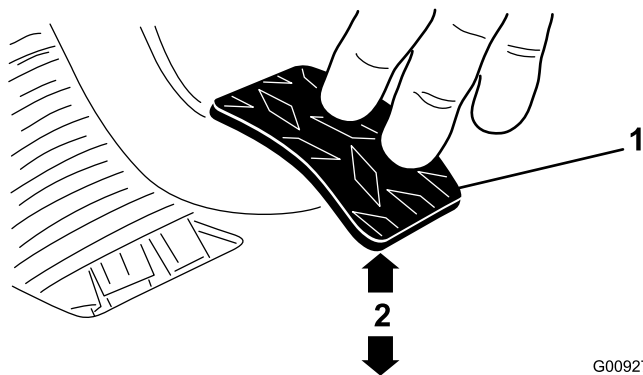

图 64
3. 调节锁紧螺母或球窝接头直至当向踏板施加 1.8kg 的力时离合器踏板后边缘到菱形花纹底板顶部的距离达到 9.29.8cm 的空隙图 64。